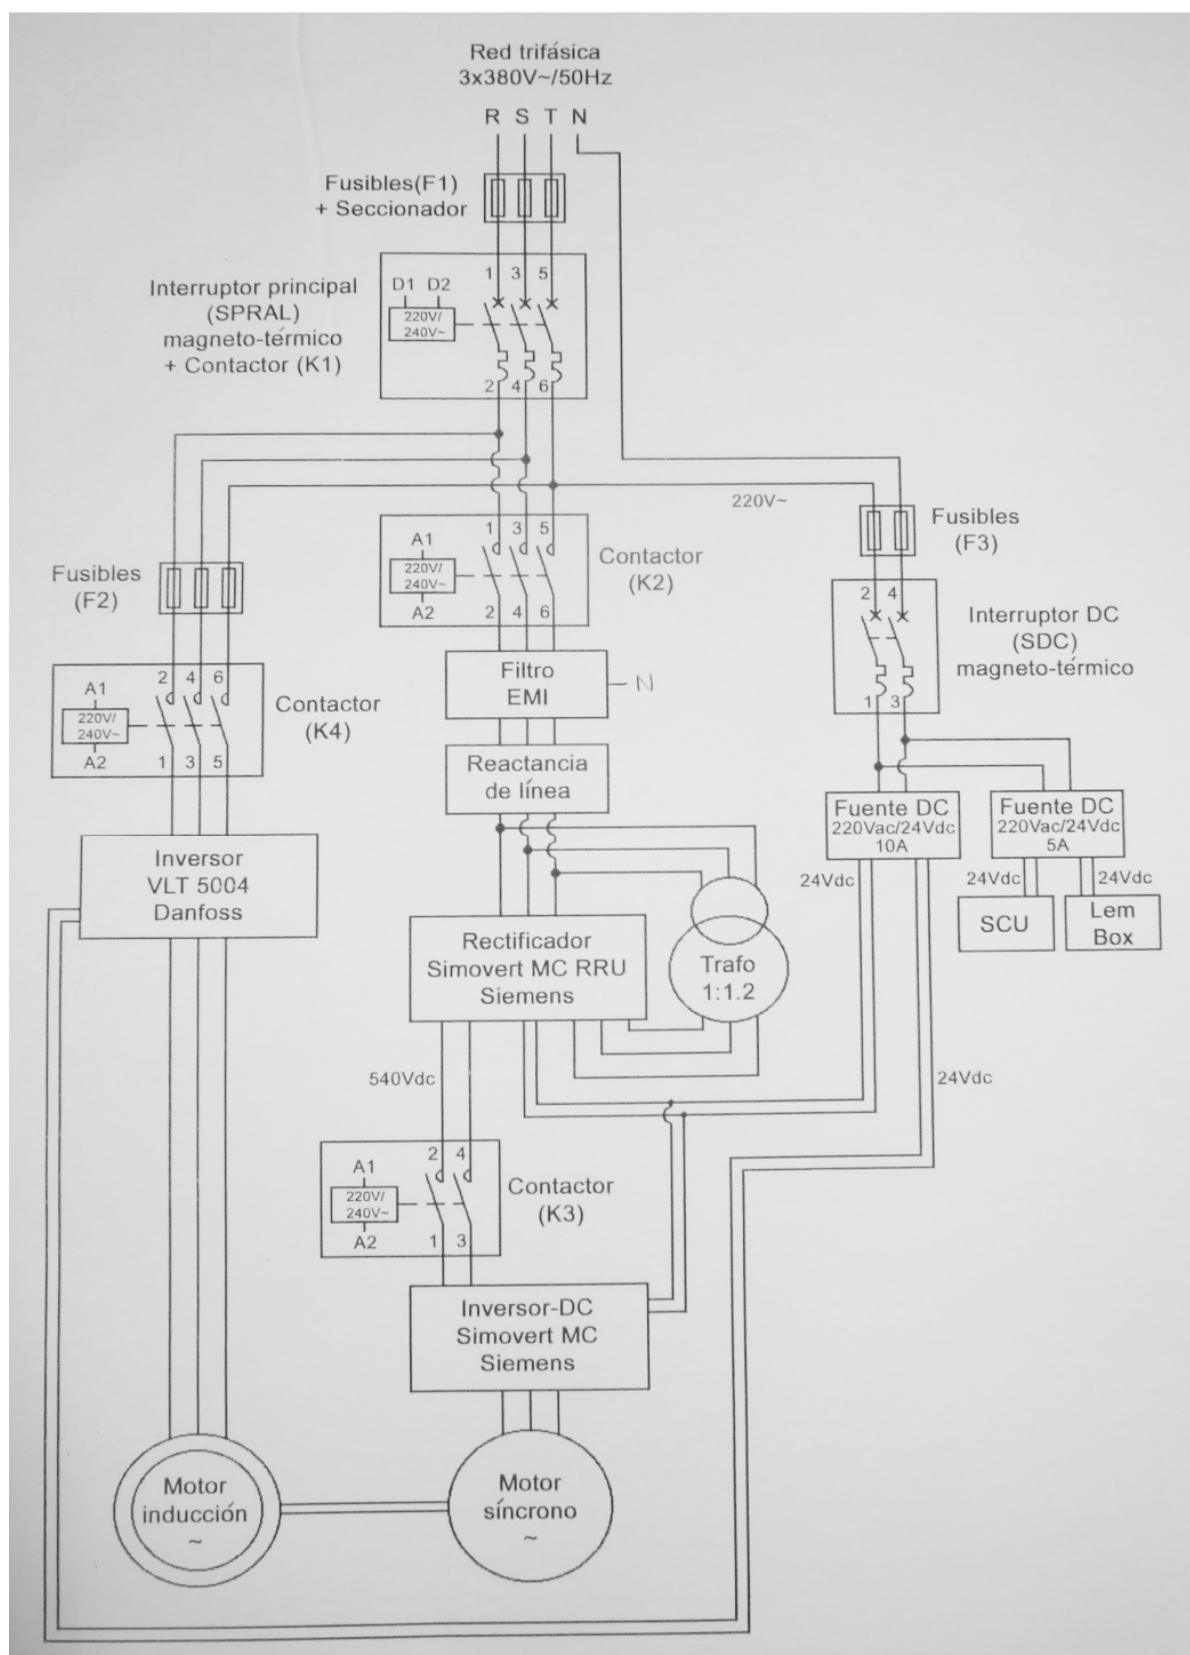

Fig. 25 Esquema eléctrico del armario
4. Dar tensión al armario fijo (trifásica 400V), conectar los interruptores de DC (SDC) y después el interruptor principal (SPRAL, K1), ver Fig.25 colocada al final de este anexo, donde se muestra el esquema eléctrico del armario.